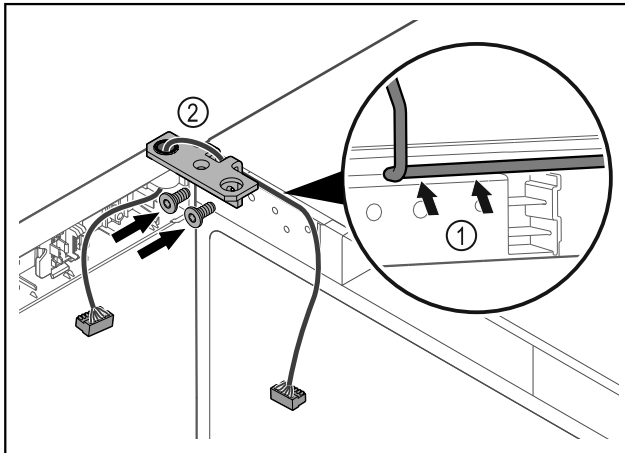

Fig. 47
- ▶ Περάστε το καλώδιο μέσα από το άνοιγμα της γωνίας μεντεσέ και τοποθετήστε το προσεκτικά Fig. 47 (1).
- ▶ Βιδώστε τη γωνία μεντεσέ Fig. 47 (2).